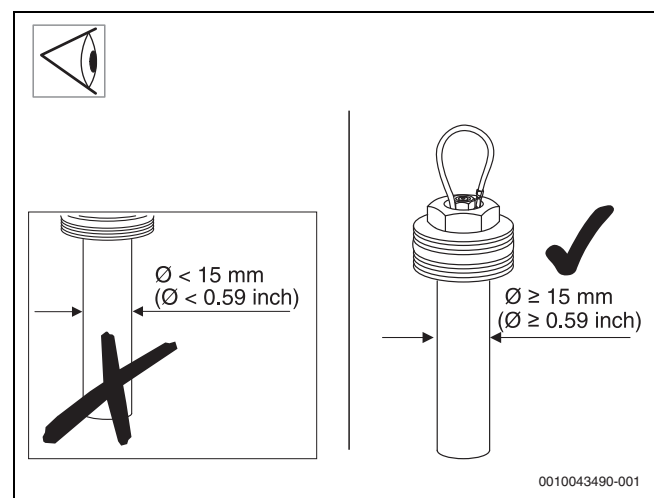

Bild 11
- ▶ Wenn der Durchmesser der Magnesiumanode weniger als 15 mm beträgt (→ Abb. 11), Anode austauschen.